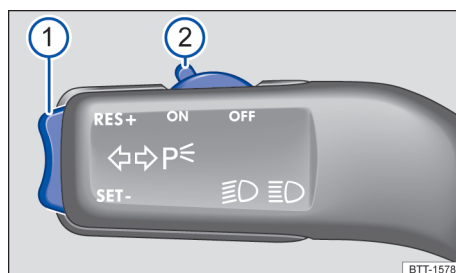

Fig. 141 À esquerda na coluna de direção: interruptores e botões para comandar o limitador de velocidade.
- Empurrar o interruptor → Fig. 141 ② para a posição **ON**.